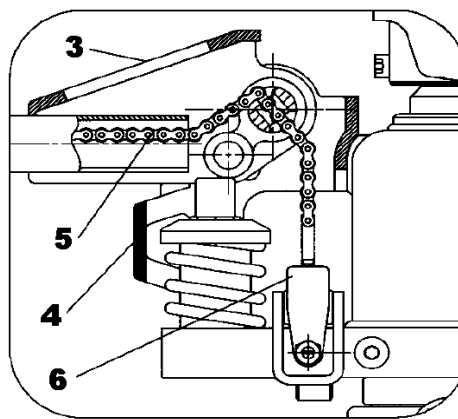

Fig. 2
- 3.3 Passar a corrente (5) do braço principal através do furo no centro do eixo (2). Ver Fig. 2.
- 3.4 Fixar o parafuso e porca no final da corrente (5). Ver Fig. 2 e 4.